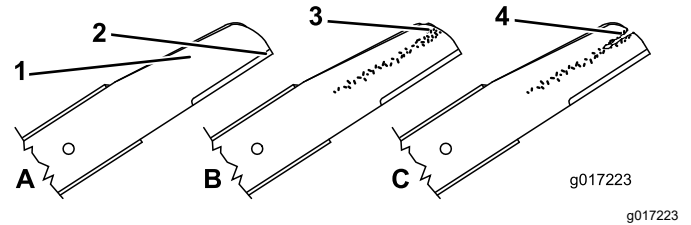

Figure 29
1. Examinez le tranchant des lames (Figure 29). Si elles sont émoussées ou présentent des indentations, déposez les lames et affûtez-les ou remplacez-les.
2. Inspectez les lames, et plus particulièrement l'ailette (Figure 29). Remplacez immédiatement toute lame endommagée, usée ou qui présente une entaille.